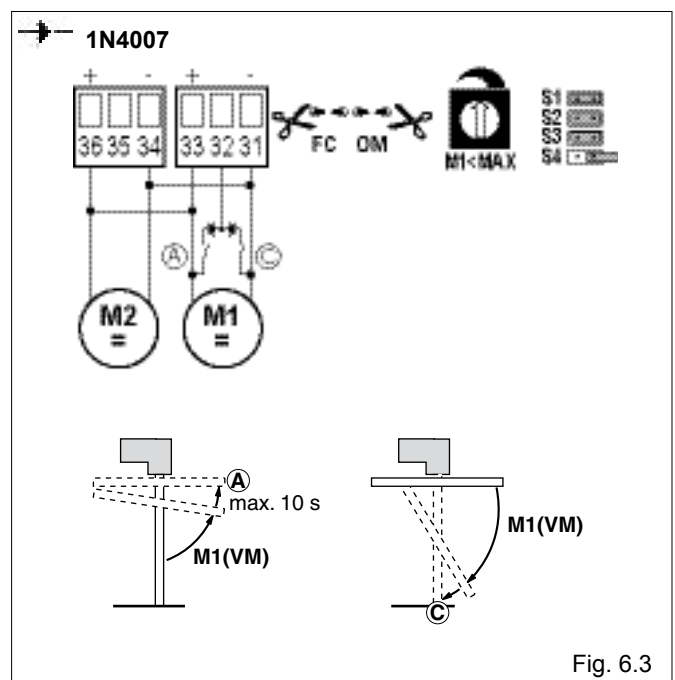

Fig. 6.3
- (Fig. 6.3) **Gebruik met eindeloopschakelaars als eindstop**